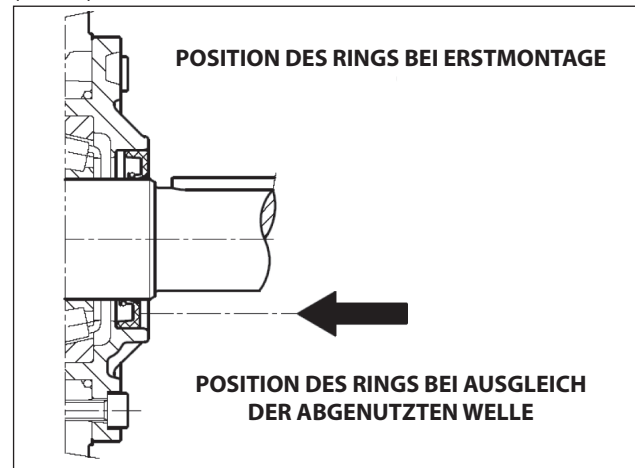

Abb. 7
Im Fall eines Austauschs setzen Sie den neuen Ring mithilfe des Werkzeugs (Art. 27904800) gemäß Abb. 7 ein.
**Sollte die Pumpenwelle im Kontaktbereich mit der Dichtlippe einen Verschleiß am Durchmesser aufweisen, können Sie zur Vermeidung der Schleifbearbeitung den Ring auf Anschlag mit dem Deckel neu ausrichten, siehe hierzu Abb. 7.**